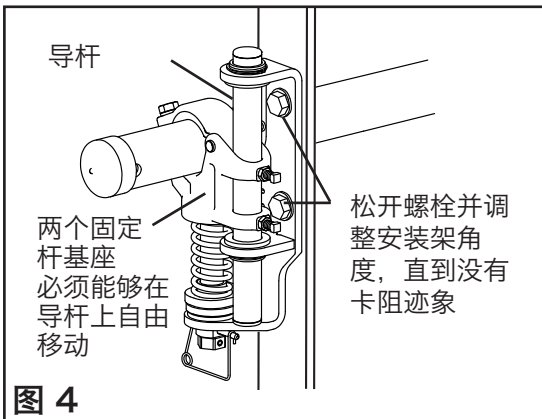

图 4
4. 确保张紧装置能够自由移动。上拉和下推固定杆两端，确保固定杆基座能够在导杆上自由移动。如果有卡阻迹象，请松开安装基座和枢轴上的螺栓，直至张紧装置能够自由移动（图 4）。重新拧紧螺栓。